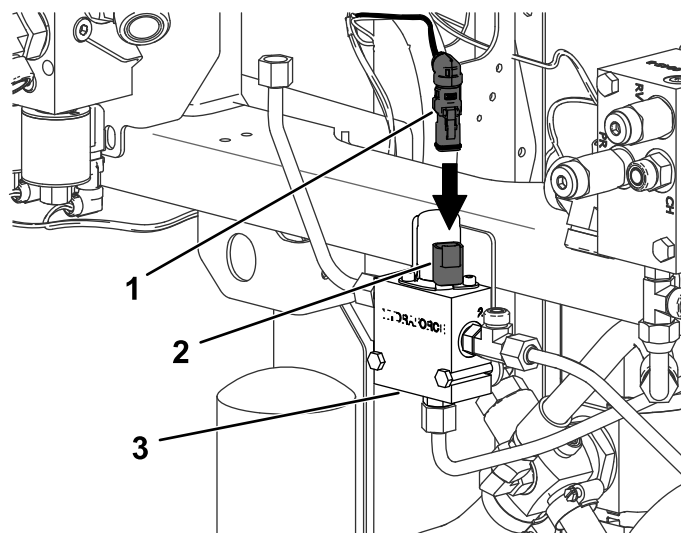

Figuur 30
11. Sluit de stekker die u zonet afgekoppeld hebt aan op de vrije aansluiting van de nieuwe kabelboom (Figuur 30).